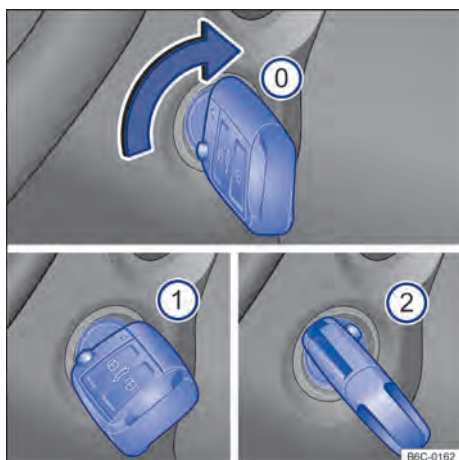

Fig. 90 Ao lado do volante, à direita: posições da chave do veículo no cilindro da ignição.
Posições da chave do veículo → Fig. 90
- ① Ignição desligada. A chave do veículo pode ser retirada.
- ② Ignição ligada.
- ③ Pisar no pedal do freio (*veículos com transmissão automática*), ou no pedal da embreagem (*veículos com transmissão manual*) e ligar o motor. Quando o motor pegar, soltar a chave da ignição. Ao soltar, a chave do veículo retorna à posição → Fig. 90 ①.
- *Veículos com cilindro da ignição*: girar a chave do veículo na posição → Fig. 90 ①. A ignição está ligada. Nesse instante a luz de controle do sistema de partida aquecida 🔴 irá se acender no instrumento combinado. Aguardar que a luz de controle 🔴 se apague indicando o término do aquecimento do combustível (esta ação poderá ser necessária em condições de partida com o motor frio).
- *Veículos com cilindro da ignição*: girar a chave do veículo no cilindro da ignição para a posição → Fig. 90 ② – não acelerar. Quando o motor começar a funcionar, soltar a chave do veículo no cilindro da ignição.
- *Veículos com cilindro da ignição*: girar a chave do veículo no cilindro da ignição na posição → Fig. 90 .